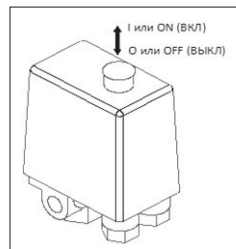

Рис. 6
2. Проверьте, чтобы выключатель находился в выключенном положении «0» / «OFF» (в зависимости от исполнения) (Рис. 6).
7. Включите компрессор выключателем на реле давления. Для этого необходимо переключить выключатель в положение «I» или «ON» (в зависимости от исполнения) (Рис. 6).
1. Выключите компрессор выключателем на реле давления. Для этого необходимо переключить выключатель в положение «0» или «OFF» (в зависимости от исполнения) (Рис. 6). После этого остановится электродвигатель и произойдет сброс давления из нагнетательного воздухопровода и поршневого блока.